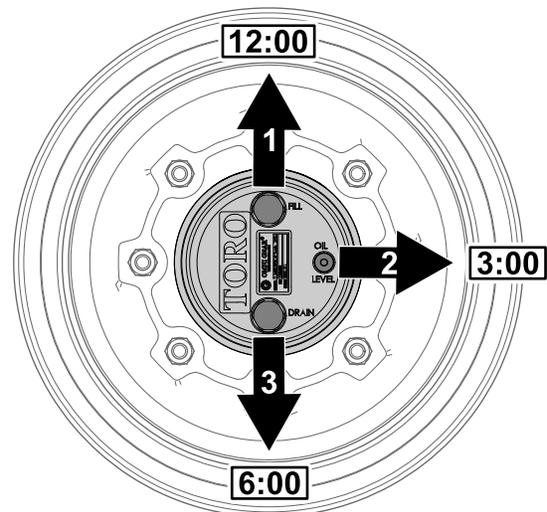

Figura 65
1. Estacione a máquina numa superfície plana, posicione a roda de forma a que o tampão de enchimento fique na posição das 12 horas, o tampão de verificação fique na posição das 3 horas e o tampão de drenagem fique na posição das 6 horas (Figura 65).
2. Retire o tampão de verificação da posição das 3 horas (Figura 65).
enchimento fique na posição das 12 horas, o tampão de verificação fique na posição das 3 horas e o tampão de drenagem fique na posição das 6 horas; consulte Figura 65 em Verificação do lubrificante da transmissão da engrenagem planetária (página 60).